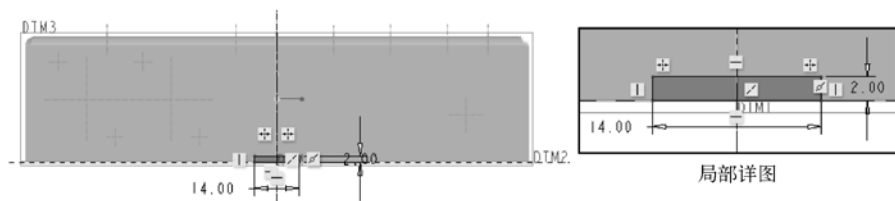

图 7-31 绘制剖面 3
(1) 单击 (拉伸) 按钮, 打开“拉伸”选项卡, 暂时接受默认的按钮设置。
(2) 在“拉伸”选项卡中打开“放置”面板, 单击“放置”面板上的“定义”按钮, 弹出“草绘”对话框, 接着在“草绘”对话框中单击“使用先前的”按钮。
(3) 绘制图 7-31 所示的剖面, 单击 (确定) 按钮。